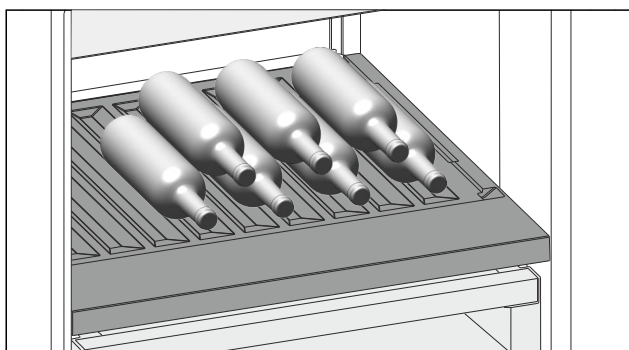

Fig. 162 Shembull ilustrues
- Shtrini shishet me fundin të drejtuar në faqen e pasme të frigoriferit. (shihni Fig. 162)